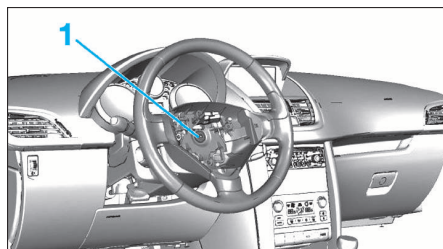

FIG. 2
- Déposer la vis de fixation (1) (Fig.2).